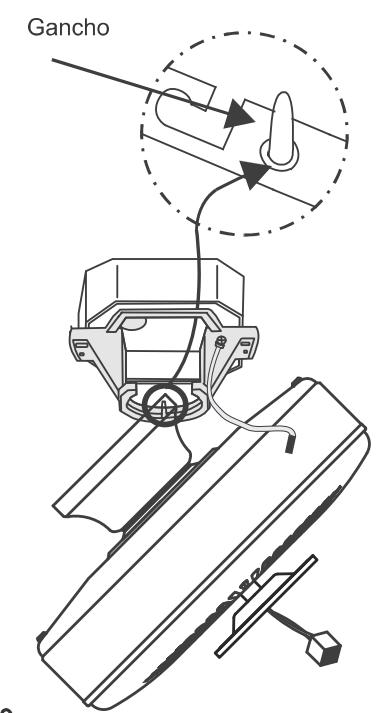

Fig. 9
Paso 7. Cuelgue el ventilador del gancho del soporte colgante. Asegúrese de que el escudete esté trabado en el gancho tal como se muestra en la **Fig. 9**. Esto le permitirá hacer las conexiones eléctricas.